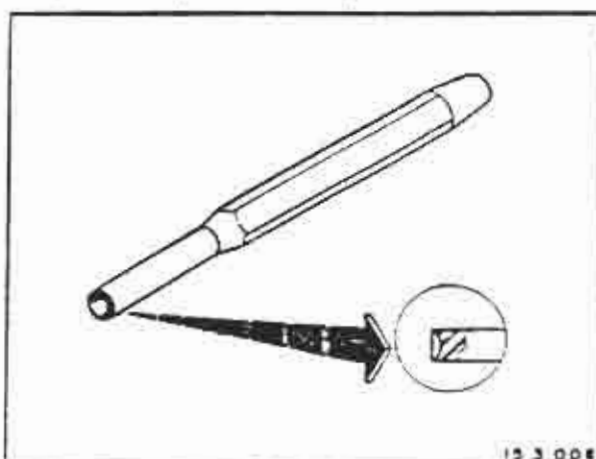

FIGURA 9
4. Remover os pinos-suportes (10) com auxílio de uma chave de fenda plana (ver figura 9).
5. Remover a mola de distensão (12).
6. Remover as pastilhas (11).
7. Conectar uma mangueira flexível no sangrador (9) e introduzir a outra extremidade em um recipiente que contenha fluido de freio.
8. Expandir os êmbolos (3) com a ferramenta especial 2697-017-227 e abrir o sangrador (9) para retirar a pressão. Fechar o sangrador. Remover a ferramenta especial.
9. Limpar o alojamento das pastilhas (11).
10. Instalar as novas pastilhas (11) de modo que se encaixem perfeitamente no seu alojamento.
11. Instalar a mola de distensão (12).
12. Instalar os pinos-suporte (10) com auxílio de um punção de ponta côncava. (Ver figura 9).